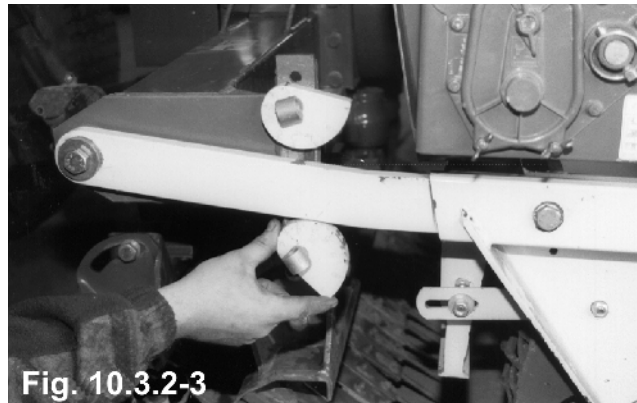

Fig. 10.3.2-3
Under arbejdet styrer tromlen cirkelharvens arbejdsdybde, så der opnås en ensartet arbejdsdybde. Arbejdsdybden indstilles ved hjælp af de øvre ekscentere (fig. 10.3.2-1).
- Løsn låseskruerne på ekscenterne ved hjælp af håndsvinget (fig. 10.3.2-2).
- Drej på de nedre ekscentere, indtil de berører støttestængerne (fig. 10.3.2-3),